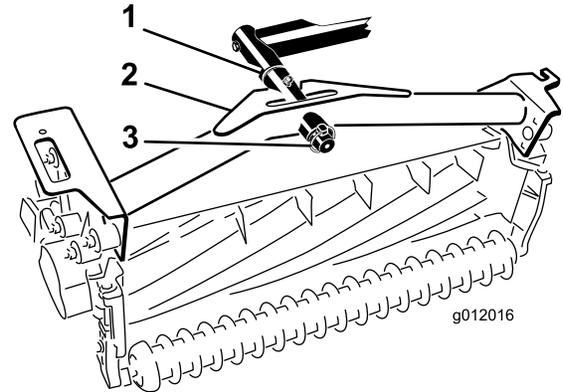

Figura 21
- Coloque el bastidor de tiro de la unidad de corte sobre la barra de pivote y fíjelo con un pasador de seguridad (Figura 21).